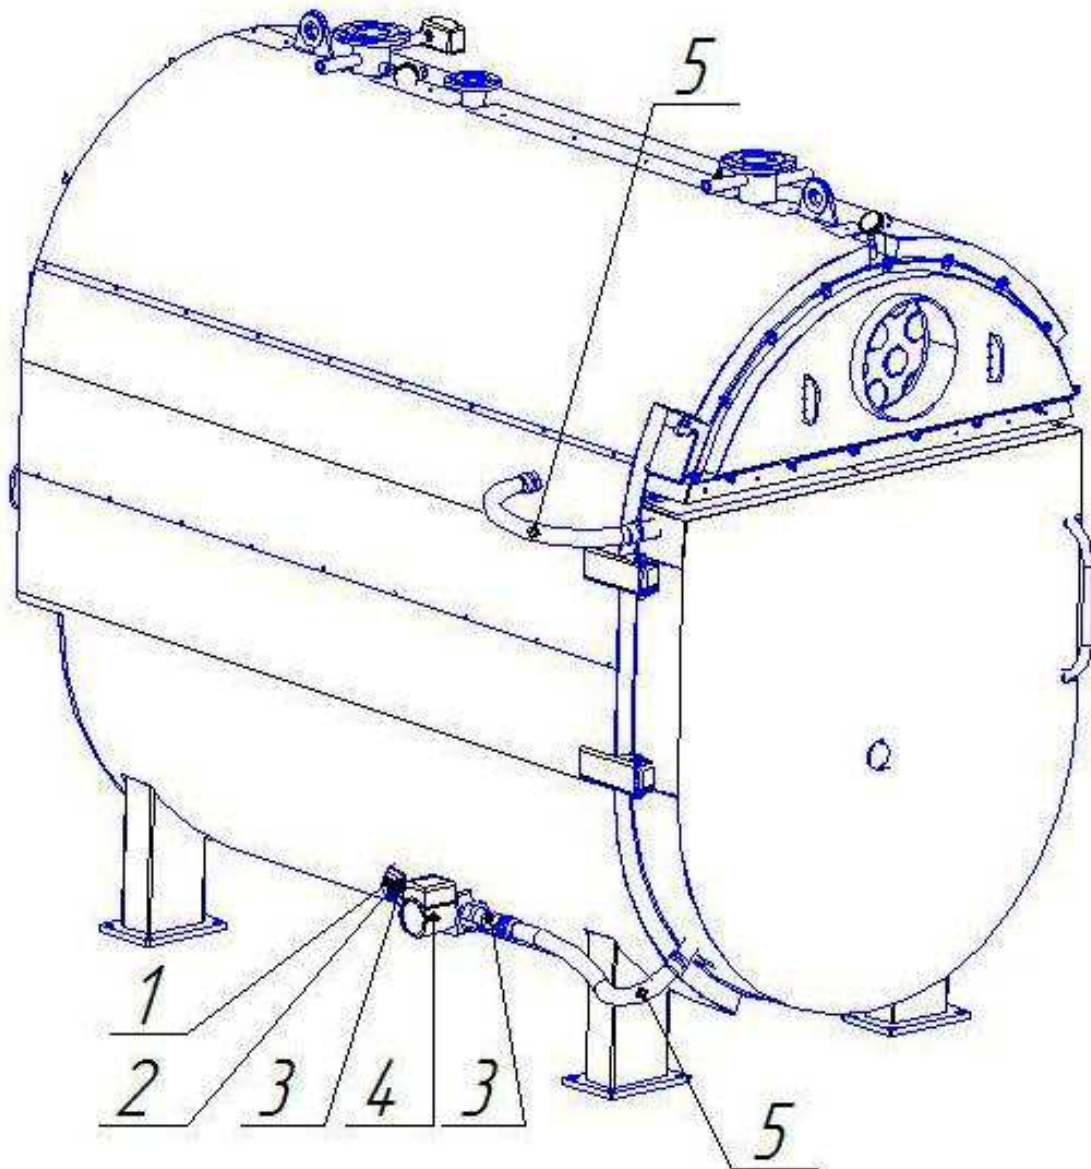

Рис.4 Схема під'єднання охолодження до двері топки котла типу "КВП"
- 7.4. Розмістіть котел в приміщенні паливної або котельні згідно проекту. При складанні проекту слід дотримуватись рекомендацій з монтажу вказаних на Рис.4.
- 7.17. Встановити кульові крани, крани Маєвського та рукави водоохолодження дверок котла згідно Рис.4